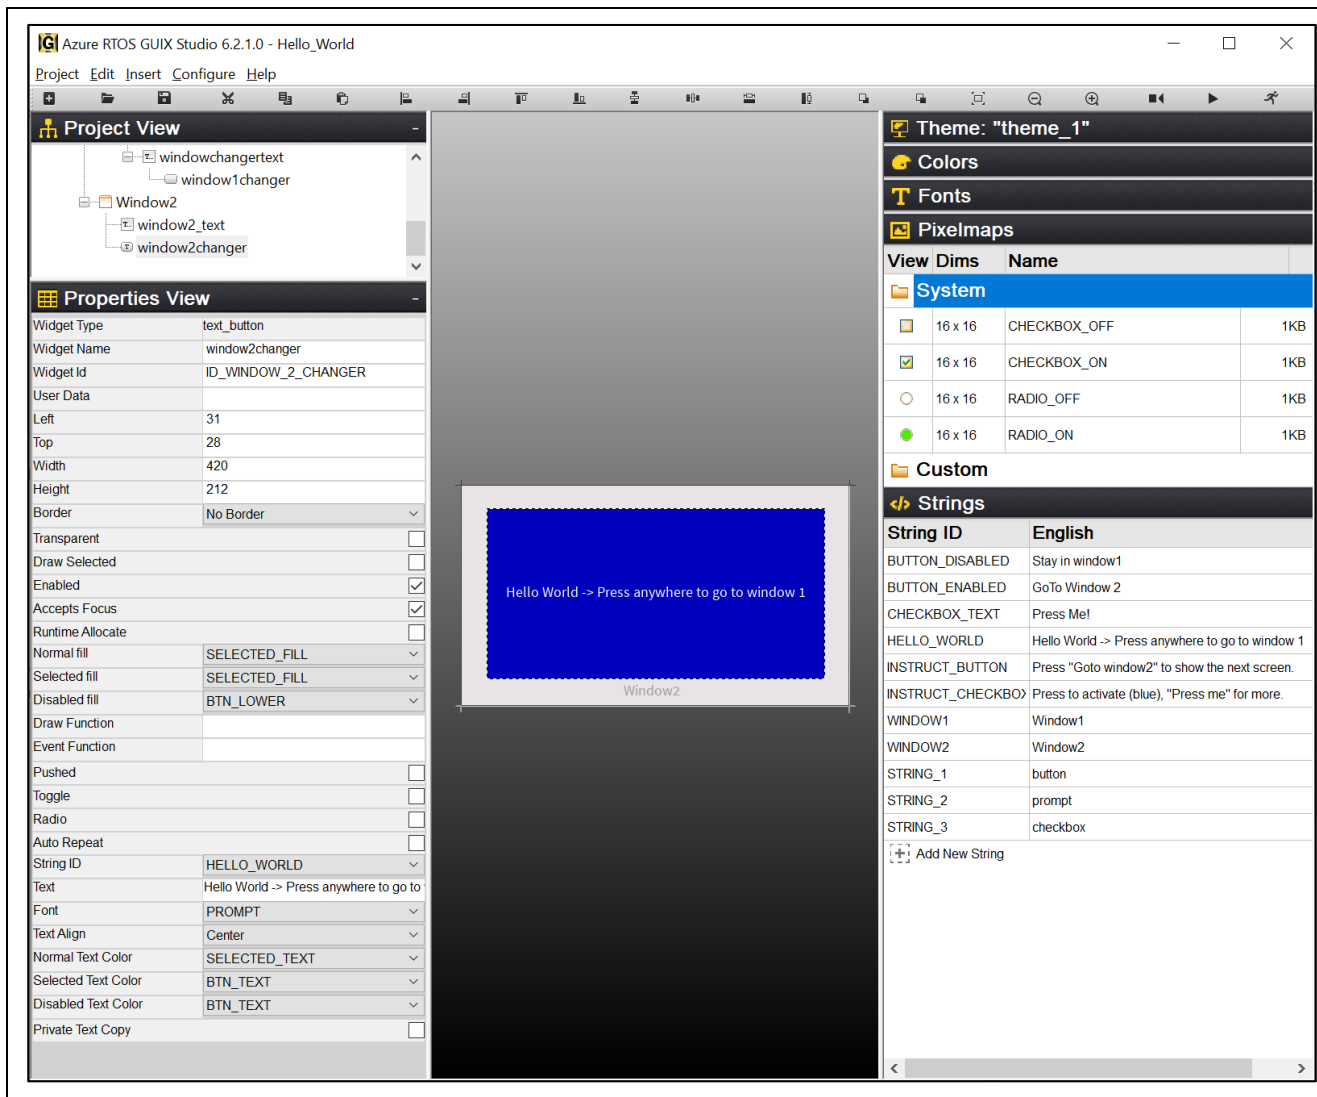

図 66. Window2
29. 設定終了後の Window2 を図 66 に示します。